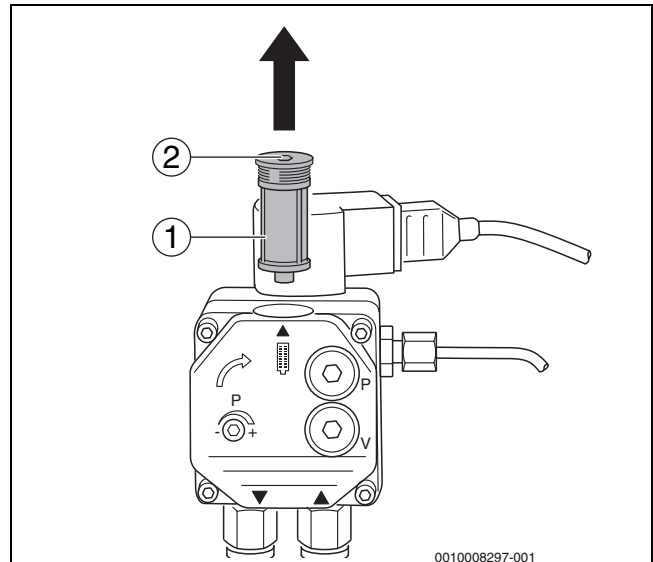

Fig. 29 Vérifier l'état du filtre de la pompe à fioul – Pompe à fioul Danfoss
- Desserrer la vis hexagonale sur la partie supérieure (→fig. 29, [2]).
- Retirer le filtre de la pompe à fioul (→fig. 29, [2]) par le haut.
- Nettoyer le filtre de la pompe à fioul (→fig. 29, [1]) avec de l'essence et le remplacer si nécessaire, puis le remettre en place sur la pompe à fioul.